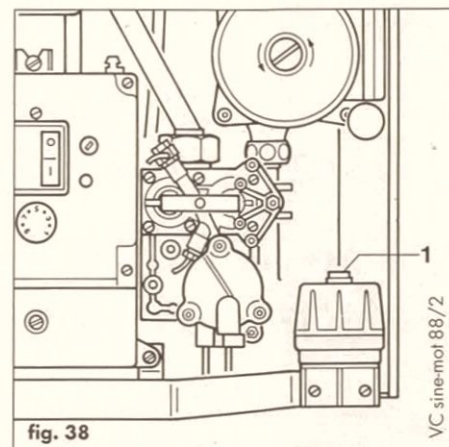

fig. 38
Il bottone dello sblocco da premere si trova a destra dietro la pompa pos 1 fig. 38.